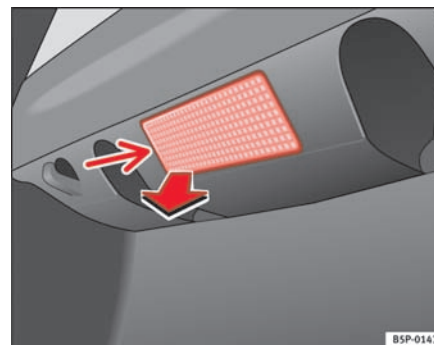

Fig. 200 Bagagerumslys
- Tag lampens glas af ved at trykke på den nederste kant (pil) med en skruetrækker ⇒ fig. 200. ▶